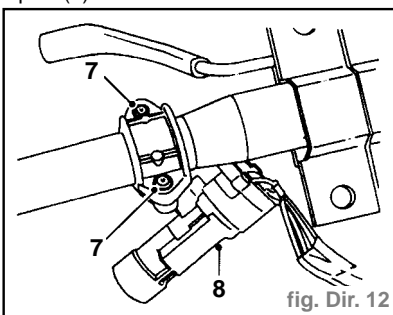

fig. Dir. 12
- Enlever les 2 écrous à bride et les 2 boulons (5) maintenant le support supérieur (6) de colonne de direction.
- Pointer le centre des deux boulons à tête cisaillable (7) et les percer avec un forêt de 5 mm (Fig. Dir.12).